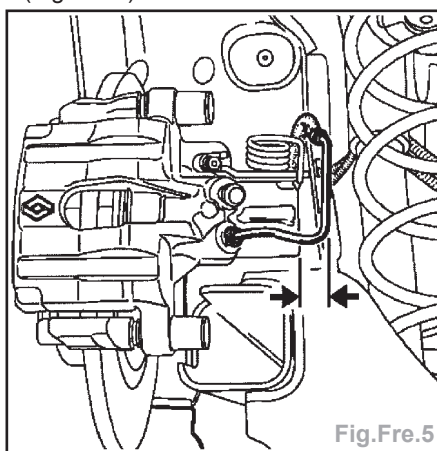

Fig.Fre.5
- Respecter une distance de 20 mm entre le coude du tuyau et l'étrier arrière (Fig.Fre.5).